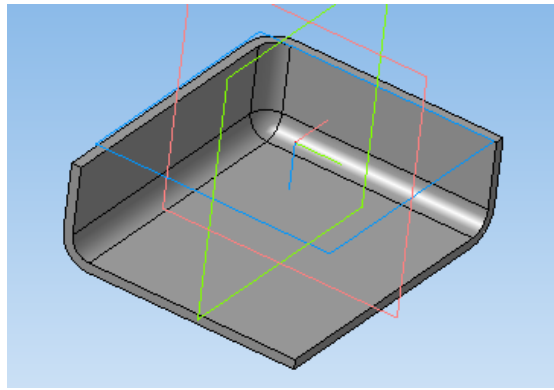

Рис. 4
11. Нажмите кнопку *Создать объект*. Получится тонкостенная деталь (рис. 4).